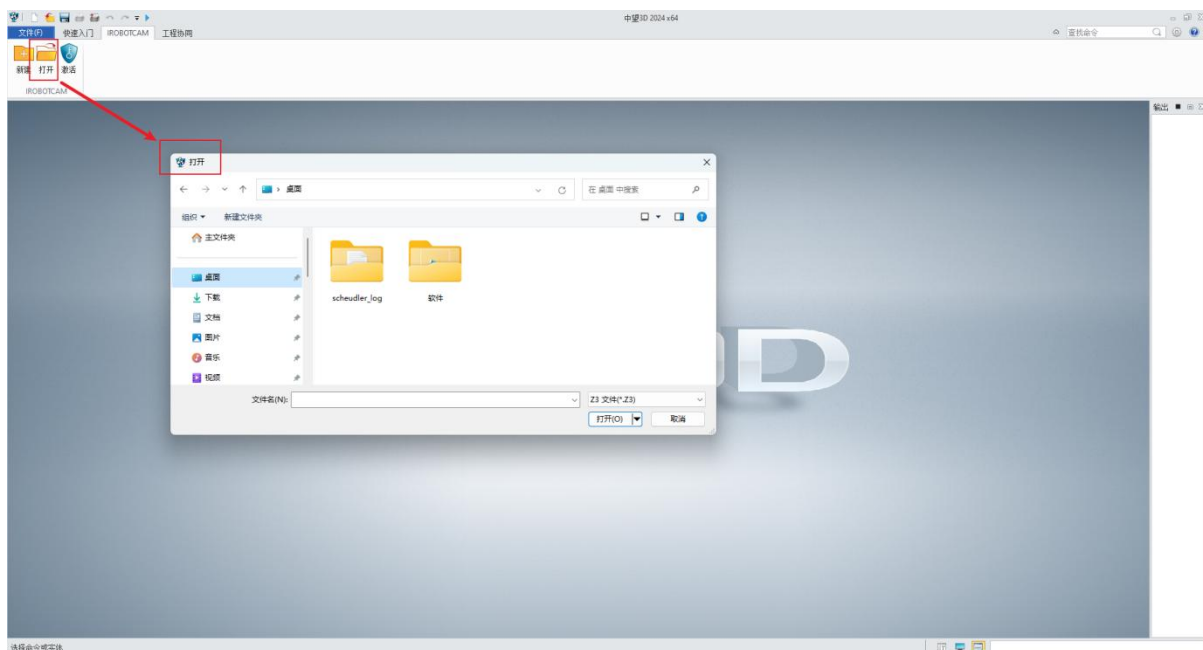

图 4-9: 打开
**打开:** 点击打开按钮以打开相应的 Z3 文件。注意: 在 IROBOTCAM 模块中创建的 Z3 文件必须从此窗口打开, 以便具有相关的 IROBOTCAM 模块内容。(图 4-9)